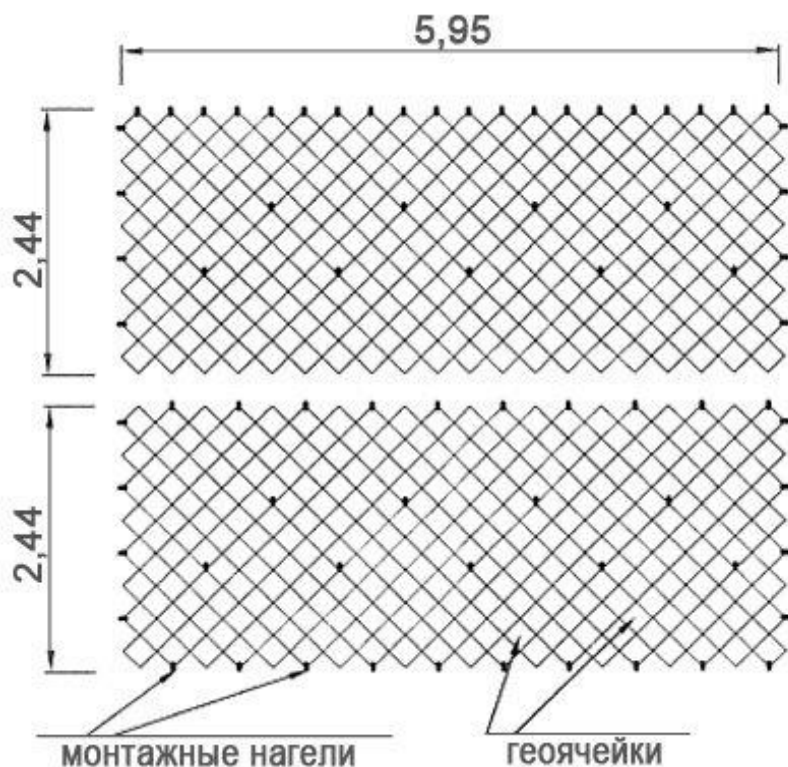

Рис. 5. Объёмная георешётка, уложенная с правильным натяжением и зафиксированная монтажными нагелями
5. Модули раскатанной по склону геосинтетики фиксируются на нём при помощи Г-образных крепёжных анкеров. Для большей надёжности анкеры для георешётки лучше размещать в шахматном порядке (см. рис. 5).